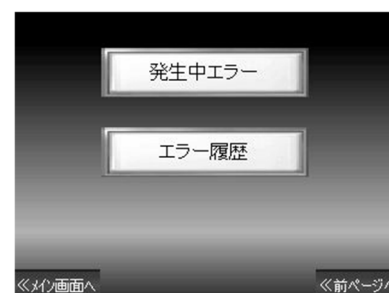

図 7-41
- ・ メニュー画面(図 7-37)の **エラー** スイッチを押すと、エラーメニュー画面に切り替ります。(図 7-41)